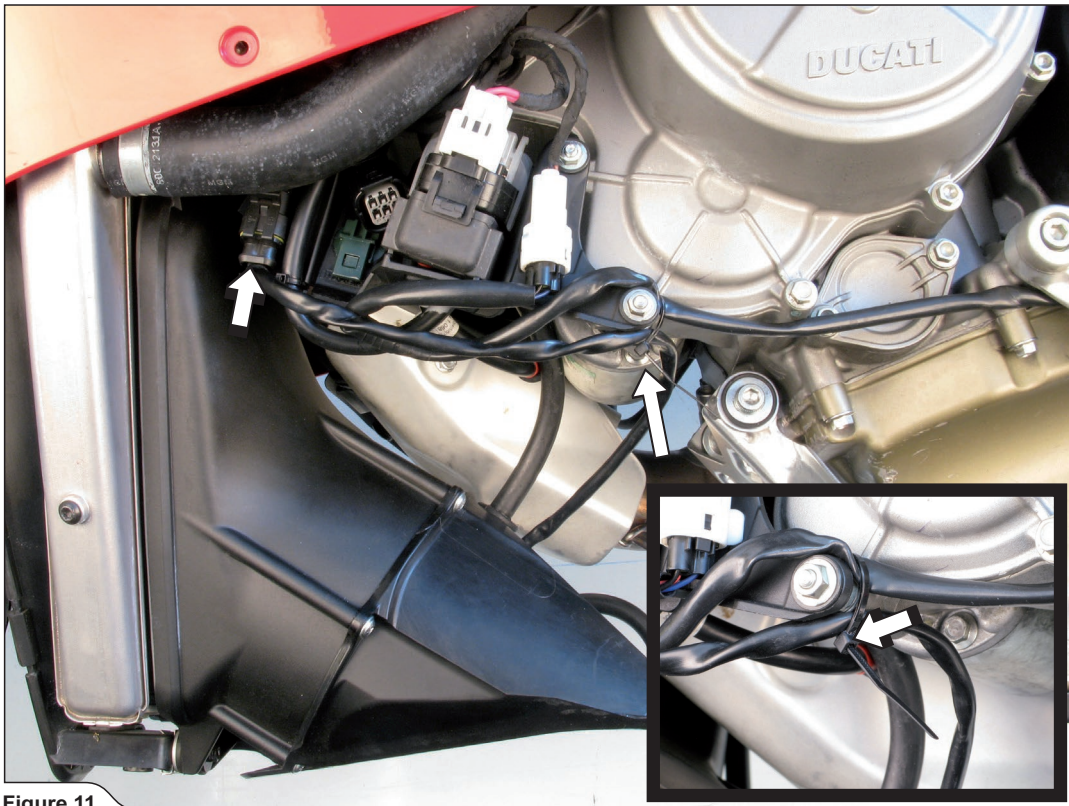

Figure 11
7. 冷却ファンのコネクターを再び接続し、Akrapovič取り付けキット内のクランプを使用して電気ケーブルを図のように固定します (図 11)。